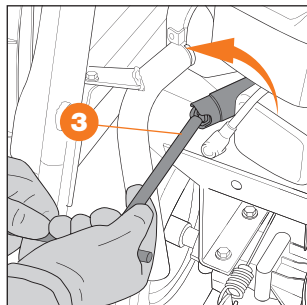

Рис. 26
- Свечным ключом ❸ выкрутите свечу ❷ (Рис. 26).